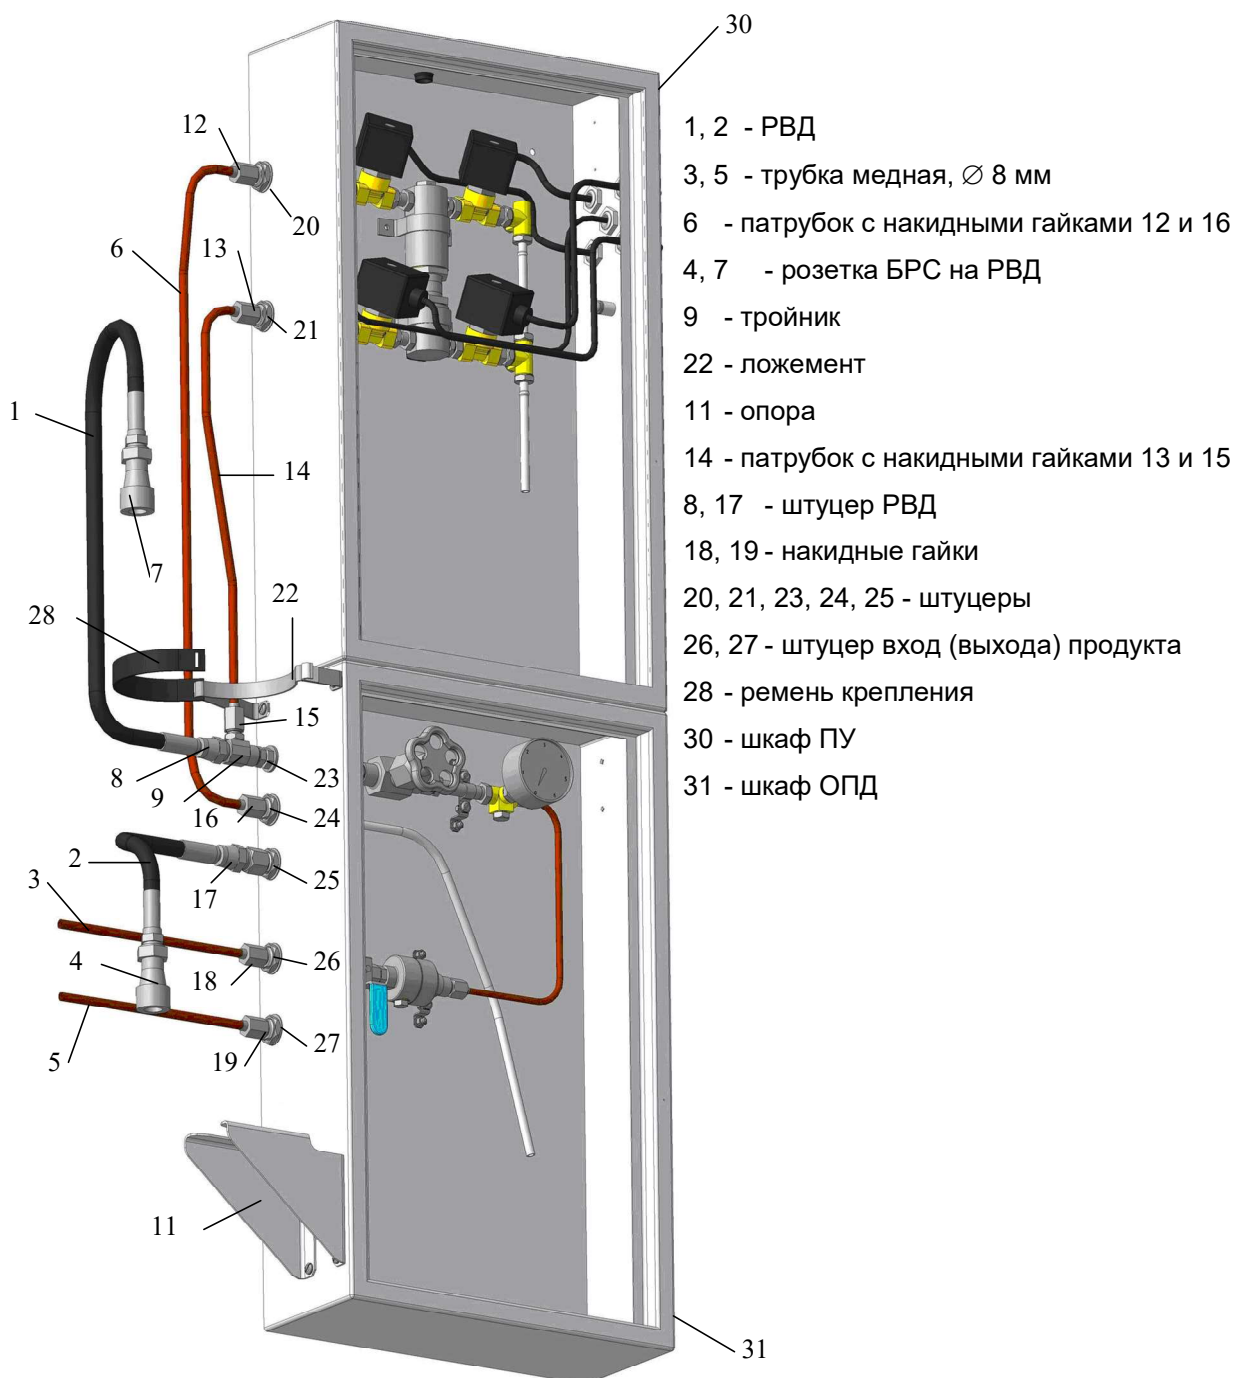

Рис. 14 – Схема монтажа шкафов ПУ и ОПД
2.3.4 Из комплекта упаковки шкафа ОПД установить (Рис. 14) опору 11 и ложемент 22 (с ремнем крепления 28) на шкаф ОПД с помощью болтов и гаек.
2.3.9 Установить цилиндр ОПД на опору 11 (Рис. 14), до упора на ложемент 22, совместив выступ на нижней крышке цилиндра с пазом на опоре 11, и зафиксировать цилиндр ОПД ремнем крепления 28.